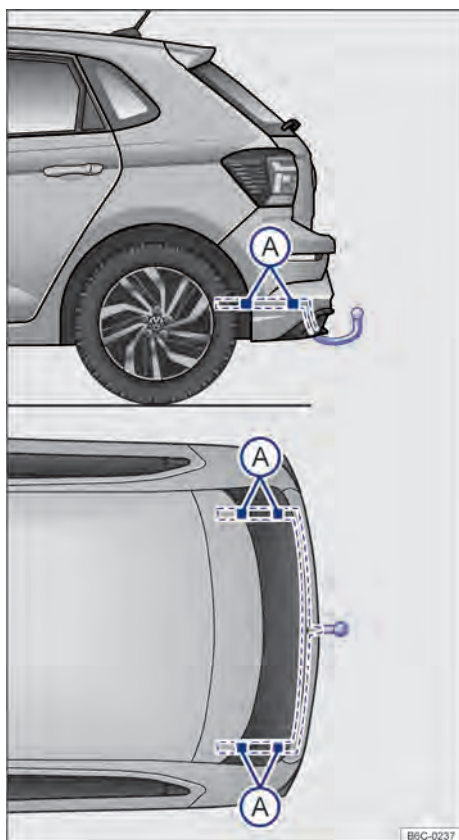

Fig. 157 Pontos de fixação para instalar um dispositivo de reboque posteriormente.
A figura → Fig. 157 ilustra, como exemplo, o ponto de fixação para instalar um dispositivo de reboque do modelo Polo.
A montagem posterior de um dispositivo de reboque deverá ser efetuada de acordo com as instruções do respectivo fabricante do engate, sempre respeitando os pontos de fixação indicados na → Fig. 157 (A).